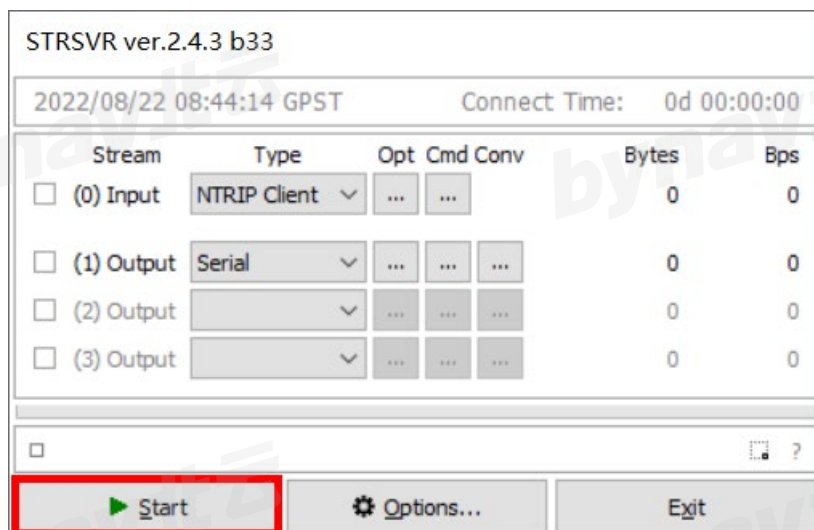

图 7-6 STRSVR Start
- 点击图 7-6 中红框标识的“Start”按钮,若上述操作无误,则“Input”和“Output”前的指示灯将开始闪烁。